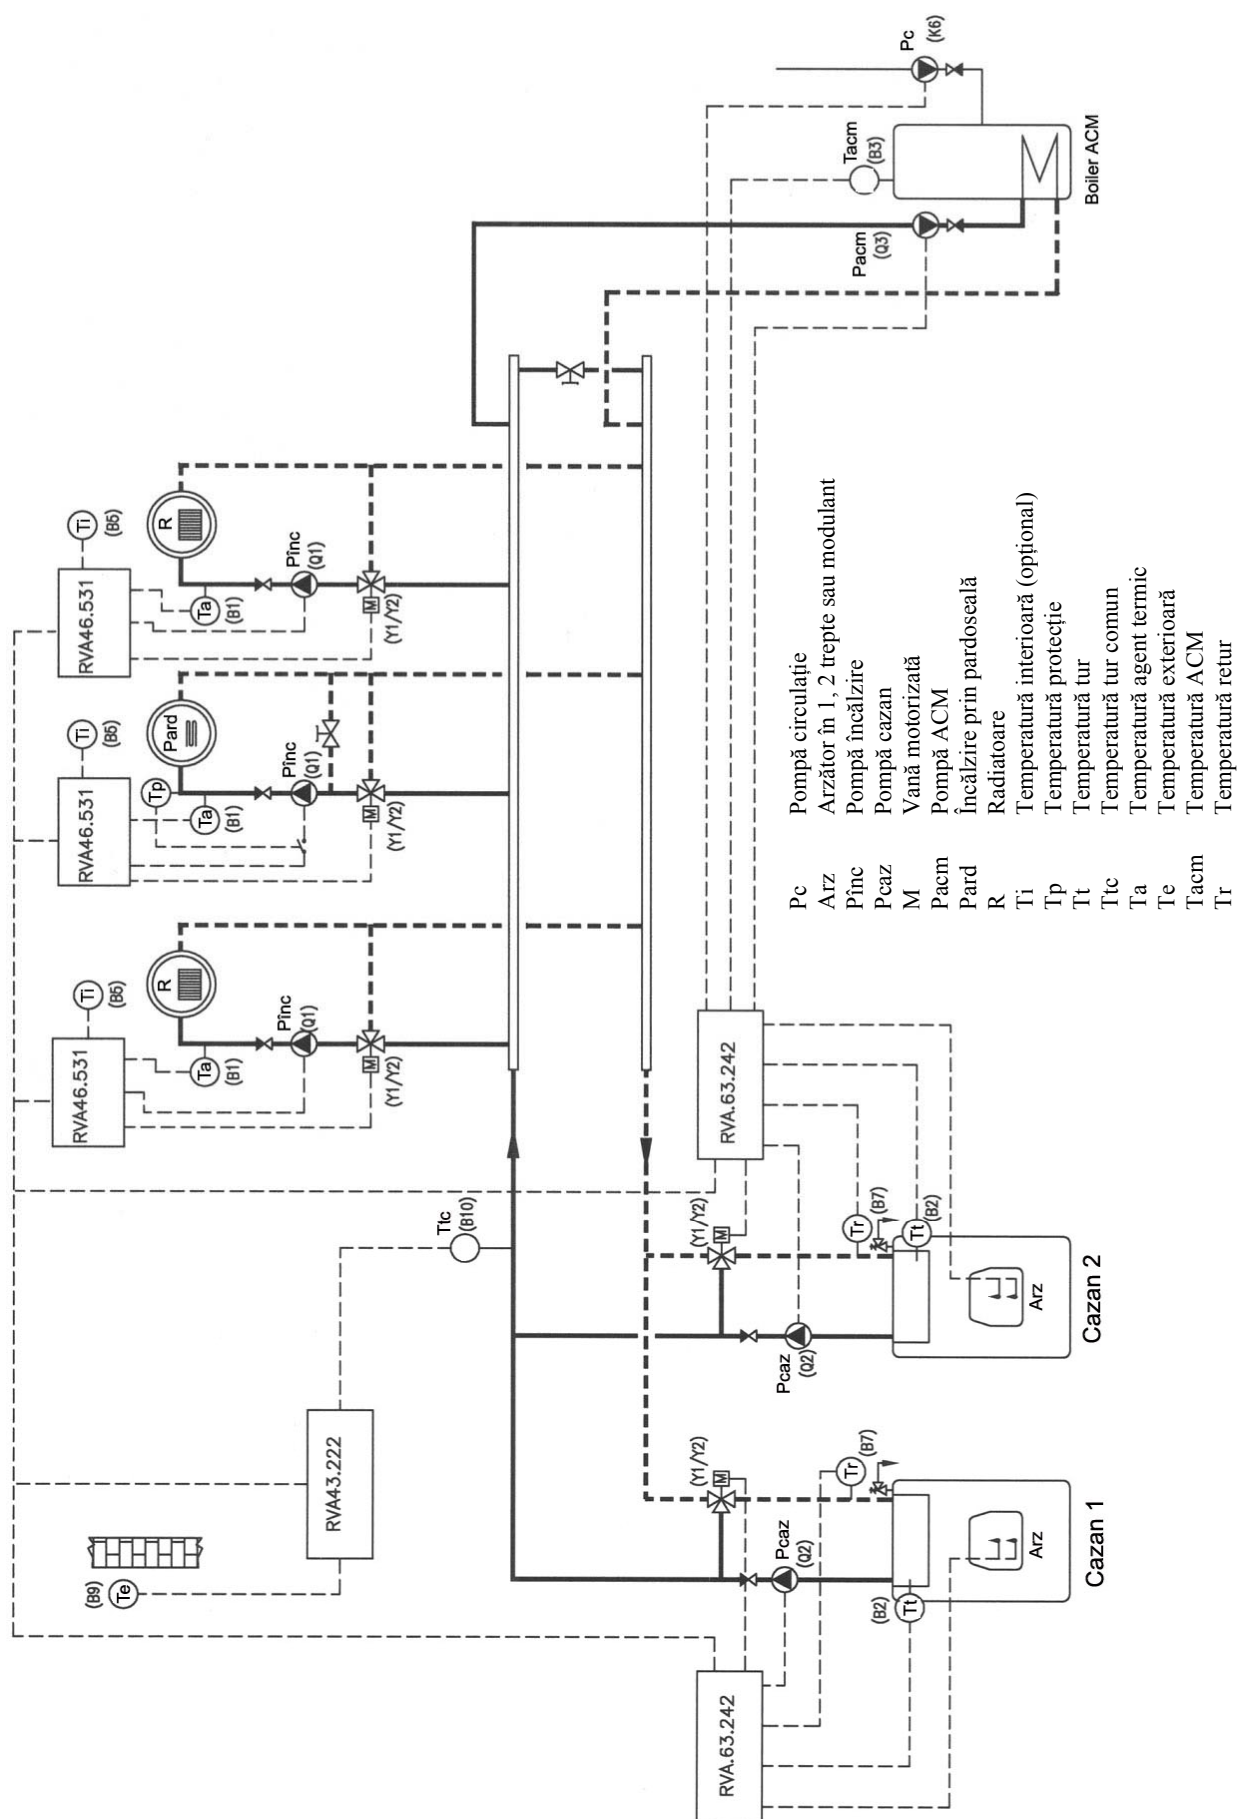

Fig. 3.12.
3.12. Două cazane, trei circuite de încălzire și ACM, vană amestec pe fiecare cazan și distribuitor tur – retur cu ventil regulator (Fig. 3.12.) GAE-REG-8